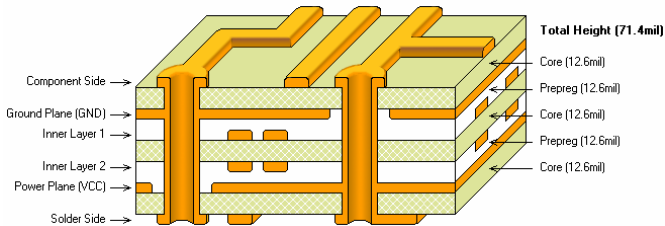

图 11-23 Layer Pairs 结构的六层板
① Layer Pairs: 该堆栈样式以双面板为基础构成。每个双面板的中间为具有一定厚度的绝缘芯板 (Core), 芯板两面都有覆铜, 因此通常层数为偶数。双面板与双面板之间通过 Prepreg 黏合。图 11-23 所示为 Layer Pairs 结构的六层板。上面一个双面板的两面分别为顶层信号层和 GND 平面层, 中间一个双面板两面分别为内部信号层 1 和 2, 下面一个双面板两面分别为 VCC 平面层和底层信号层, 双面板之间用 Prepreg 黏合。Layer Pairs 是最常用的板层结构。